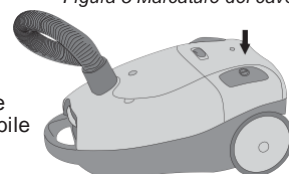

Figura 6 Tasto di accensione
7. Inserire la spina nella presa e premere l'interruttore di acceso/spento. Per spegnere l'apparecchio, premere nuovamente l'interruttore di acceso/spento (vedere la figura 6).